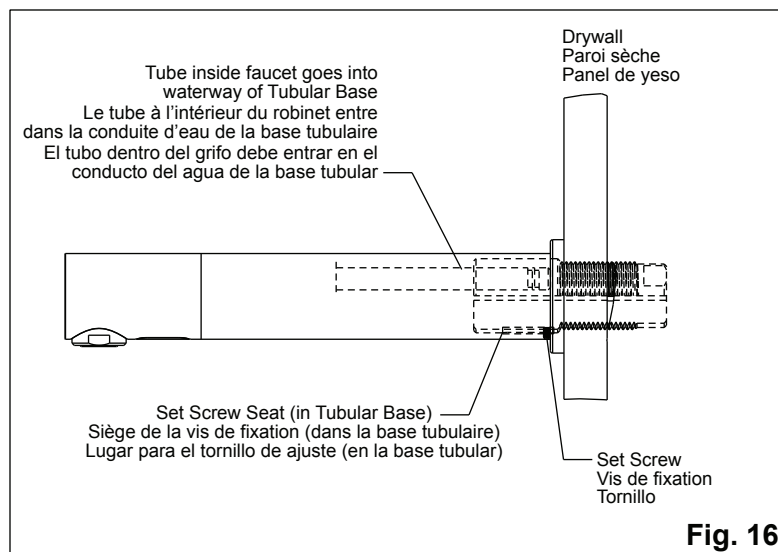

Fig. 16
19. Install faucet to the tubular base, making sure that the aerator at the spout will be installed facing the washbasin and tube inside faucet goes into waterway in tubular base. See *Figure 16.*
19. Installez le robinet sur la base tubulaire en veillant à ce que l'aérateur du bec soit face à la cuvette et que le tube à l'intérieur du robinet entre dans la conduite d'eau de la base tubulaire. *Voir la figure 16.*
20. Tighten set screw into set screw seat to tighten down the faucet. See *Figure 16.*
20. Serrez la vis de fixation dans son siège pour serrer le robinet. *Voir la figure 16.*